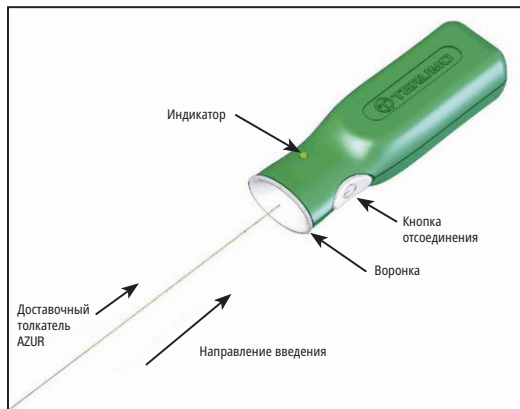

Рисунок 2. Контроллер отсоединения AZUR
15. Прежде чем использовать изделие, извлеките проксимальный конец доставочного толкателя из упаковочного кольца. Следите за тем, чтобы не загрязнить этот конец доставочного толкателя посторонними веществами, такими как кровь или контрастный раствор. Плотной вставьте проксимальный конец доставочного толкателя в воронкообразную часть контроллера отсоединения AZUR. См. рис. 2. **Пока что не нажимайте кнопку отсоединения.**
36. Подсоедините проксимальный конец доставочного толкателя к контроллеру отсоединения AZUR, плотно вставив проксимальный конец доставочного толкателя в воронкообразную часть контроллера отсоединения AZUR. См. рис. 2.